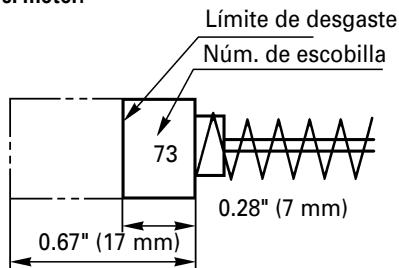

Fig. 10
3. Inspeccionar los escobillas de carbón (Fig. 10)
Utilice las escobillas HITACHI Núm. 73 indicadas en la Fig. 10.